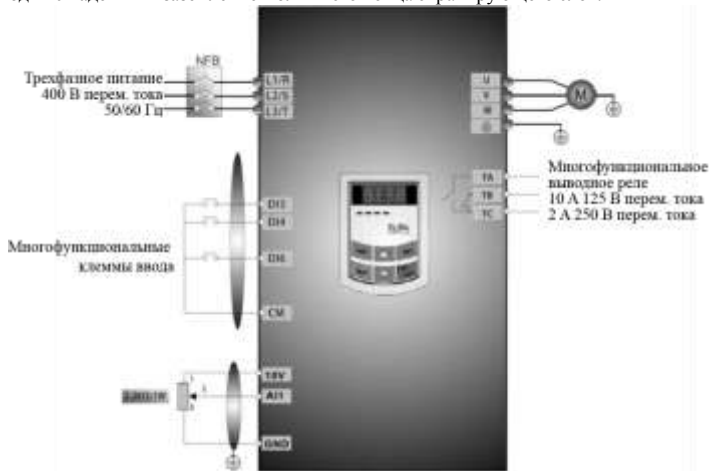

Рис. 5-3 Электропроводка 3
- (1) Подключите провода, как показано на Рис. 5-3. После проверки электропроводки, включите питание инвертора. Внимание! Потенциометр 2K~5K может быть адаптирован для настройки внешних аналоговых сигналов. Если требуется более высокая точность, используйте прецизионный многовитковый потенциометр и используйте экранированный провод для электропроводки с надежным заземлением ближнего конца экранирующего слоя.